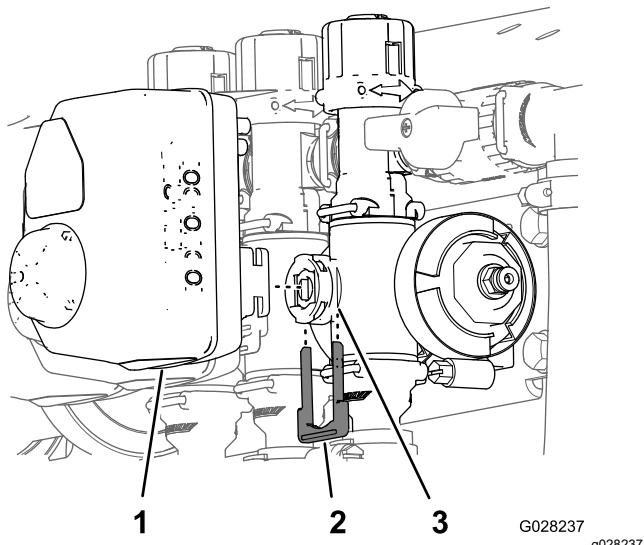

Figura 9
1. Retire la horquilla de retención que sujeta el actuador a la válvula multivía (válvula de sección o válvula de agitación) (Figura 9).